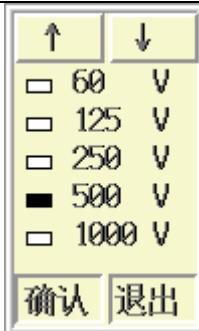

图 5.16 选择发射电压
操作：可以直接用**③**、**④**键来修改，也可以按**确认**键调出发射电压选择界面（如图 5.16 所示）进行选择。